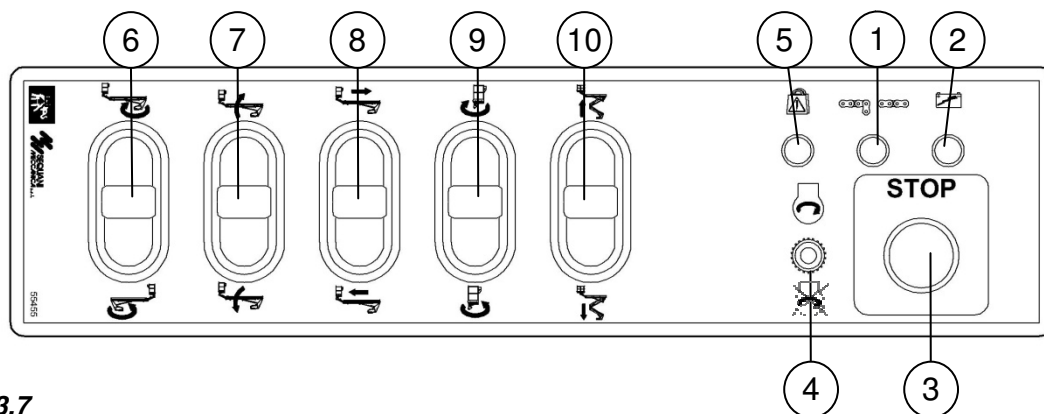

fig. 4.3.7
- verificare sul quadro comandi piattaforma di lavoro l'avvenuta accensione della spia presenza tensione (**pos. 2 fig. 4.3.7**)
- effettuare la movimentazione del braccio muovendo lentamente le leve potenziometriche di comando (**pos. 6-7-8-9-10 fig. 4.3.7**) nella posizione desiderata variando opportunamente la velocità
<p>NOTA:</p> <p>se si desidera spegnere il motore al raggiungimento della posizione, premere il pulsante (pos. 4 fig. 4.3.7). Il motore si spegne. Per riavviare premere il pulsante (pos. 4 fig. 4.3.7) di avviamento.</p>
<p>NOTA:</p> <p>se sulla macchina è presente il dispositivo di controllo del carico in piattaforma [OPTIONAL]: quando si accende la spia rossa di “sovraccarico” (pos. 5 fig. 4.3.7), si attiva un avvisatore acustico e, contemporaneamente, tutti i movimenti della piattaforma si bloccano significa che il carico in piattaforma supera la portata massima. In tal caso, è necessario togliere il carico in esubero per poter effettuare la movimentazione.</p>